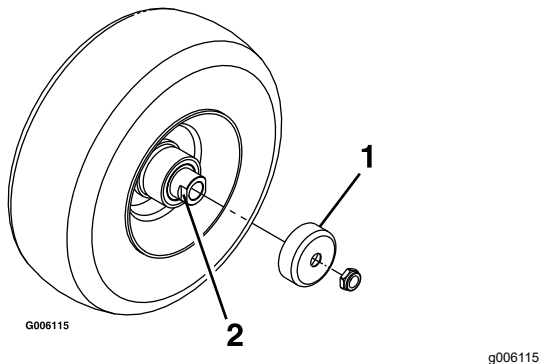

Figura 39
4. Remova os resguardos do vedante do cubo da roda (**Figura 39**).